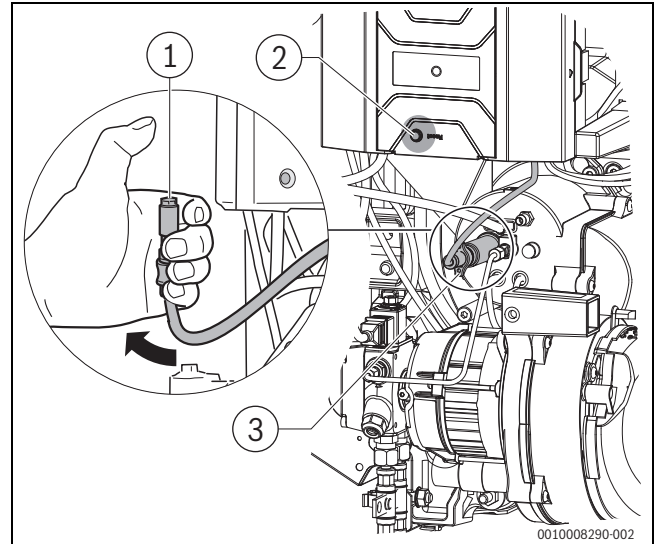

Bild 29 Flammenfühler auf Funktion prüfen
- Flammenfühler bei laufendem Brenner am vorgesehenen Griff aus der Halterung ziehen (→ Bild 29, [3])
- Flammenfühler mit dem Daumen abdecken (→ Bild 29, [1]). Es muss nach Wiederanlauf eine Störabschaltung erfolgen.
- Nach einer Wartezeit von ca. 30 Sekunden den Feuerungsautomat durch Drücken der Reset-Taste (→ Bild 29, [2]) entriegeln.